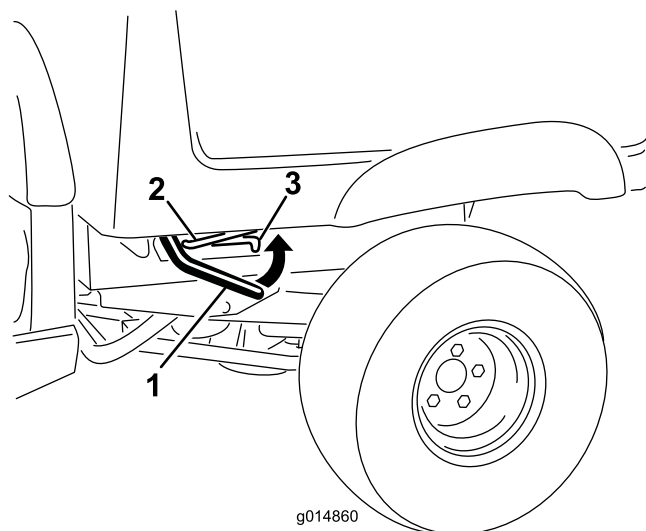

図 18
1. 荷台の右側または左側でレバーを引き上げ、荷台を持ち上げる **図 18**。
1. ラッチバーを引き上げて荷台を少し持ち上げる図 18。